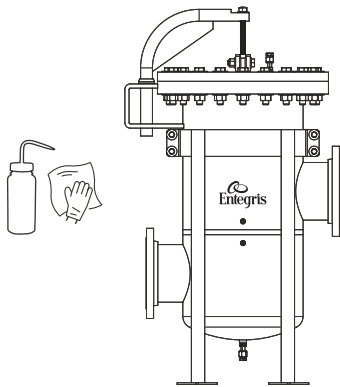

図 11.
1. IPA に浸した布 (IPA > 95% 推奨) でハウジングの内側と外側の表面をクリーニングします (図 11)。